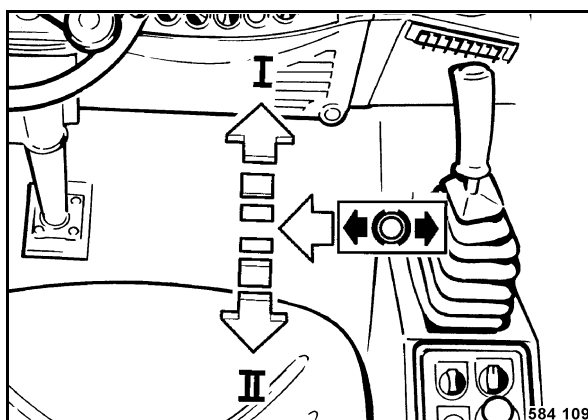

Fig. 47
- Desbloquear la palanca de marcha (Fig. 47) hacia la izquierda fuera de la posición de fre-